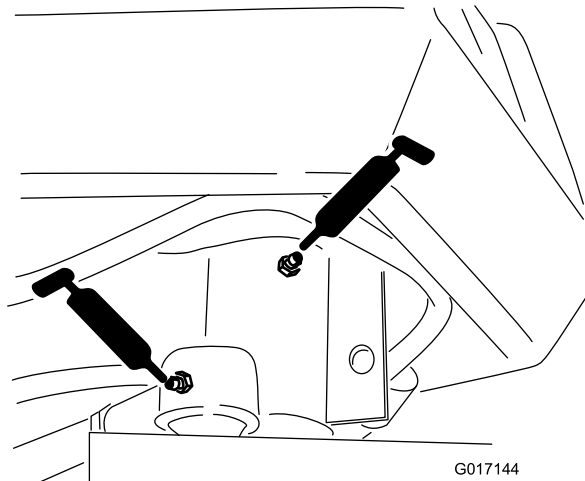

図 30
- ステアリングフォークのシャフト1箇所 図 30
- ステアリングシリンダロッドの端部 図 30